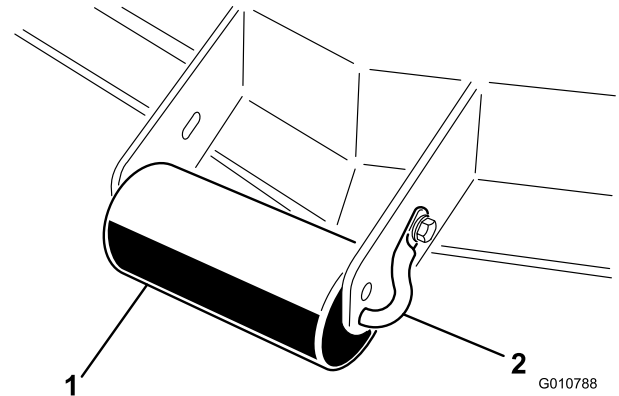

図 10
1. ローラのシャフトをデッキのブラケットに固定しているキャップスクリューとナットを取り外す（図 10）。